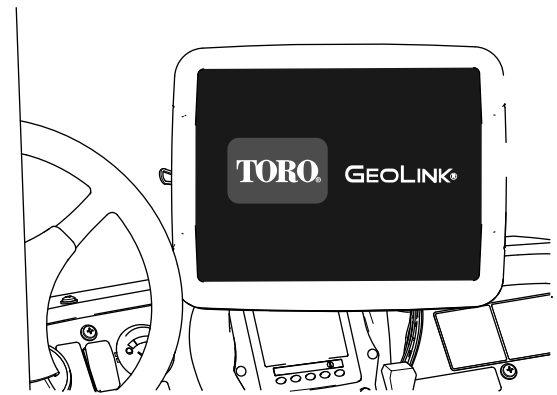

図 232
- 制御コンソールグラフィックスと文字が表示される図 232。